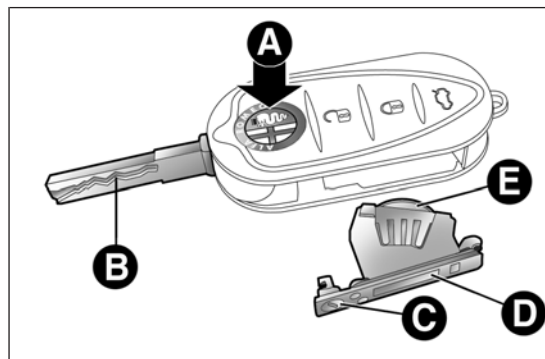

fig. 16
- ☐ premi il pulsante A fig. 16 e porta l'inserto metallico B in posizione di apertura; ruota la vite C su  utilizzando un cacciavite a punta fine;